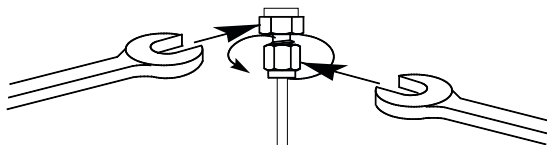

Figura 19. Serraggio finale
- Per i raccordi Swagelok da 1/8", utilizzare una coppia di chiavi da 7/16" per stringere il raccordo per 3/4 di giro. Vedere **Figura 19**.
Per i raccordi Swagelok da 1/4", utilizzare una coppia di chiavi da 9/16" per stringere il raccordo per 1-1/4 di giro **Figura 19**.